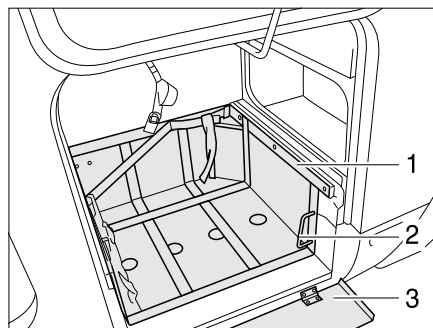

Bild 100 Gaskasten
- Schutzblech (Bild 100,3) nach unten klappen.
- Griff (Bild 100,2) waagrecht stellen.
- Schlitten (Bild 100,1) bis zum Anschlag herausziehen.
- Schlitten (Bild 100,1) bis zum Anschlag einschieben und Griff (Bild 100,2) senkrecht stellen.
- Schutzblech (Bild 100,3) nach oben klappen.